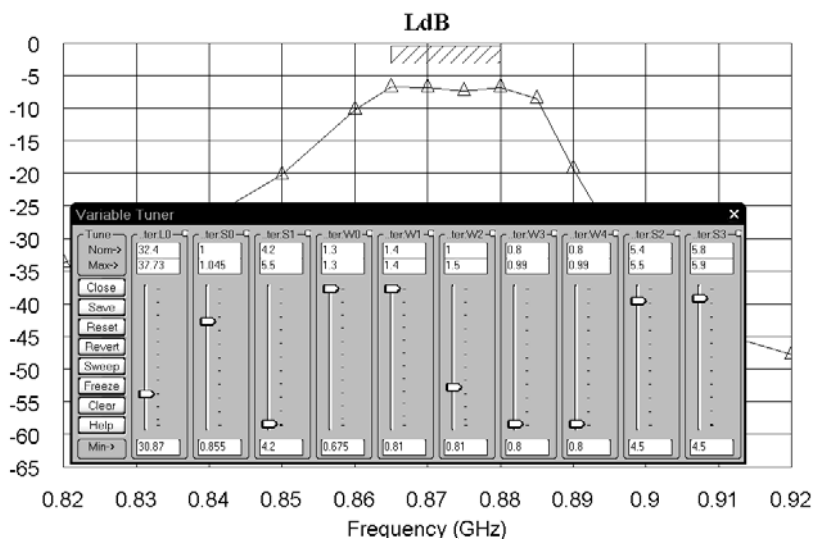

Рис. 3.142
3. Щёлкните по значку **Tune** на панели инструментов. Двигая движки переменных на блоке настройки, добейтесь приемлемой характеристики (рис.3.142).